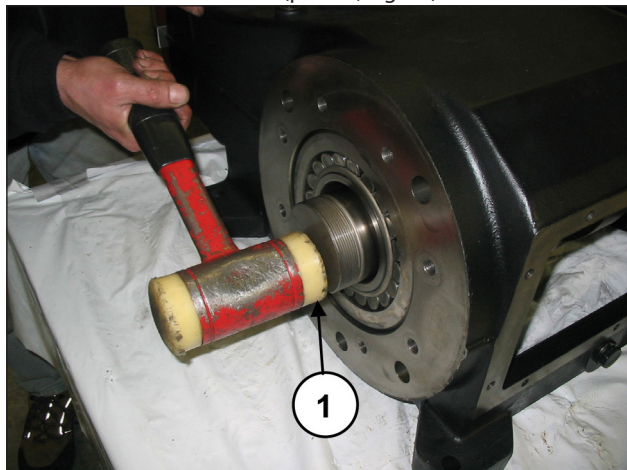

Fig. 28
Sfilare l'albero a gomiti con l'ausilio di una massa battente dal lato PTO (pos. ①, Fig. 28).